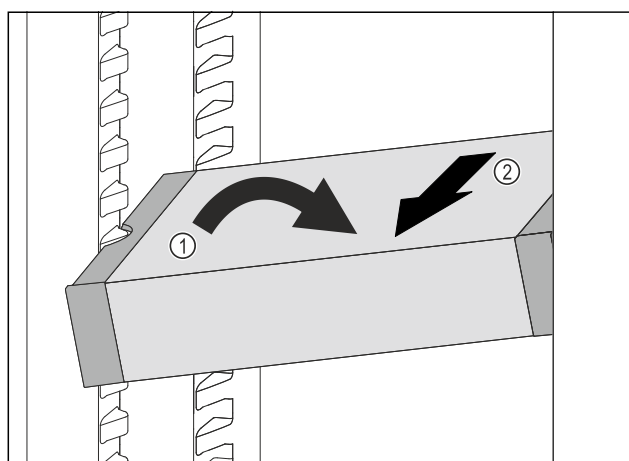

Fig. 122
- ▶ Ställ VarioSafe snett i kyldelen. Fig. 122 (1)
- ▶ Dra VarioSafe framåt för att ta ut den. Fig. 122 (2)